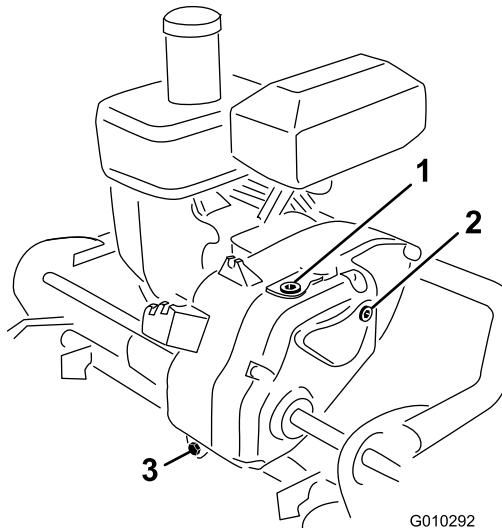

Figura 28
2. Togliete il tappo di controllo dal lato destro della trasmissione (Figura 28). L'olio deve raggiungere la base del foro. In caso contrario, rimuovete il tappo di riempimento dalla parte superiore della trasmissione e aggiungete abbastanza olio adatto prima che il livello raggiunga la base del foro di controllo.
- Togliete il tappo di spurgo dal retro della trasmissione (Figura 28).
- Premete la stegola e inclinate indietro la macchina. Rimuovete i tappi di riempimento e controllo dalla trasmissione (Figura 28).